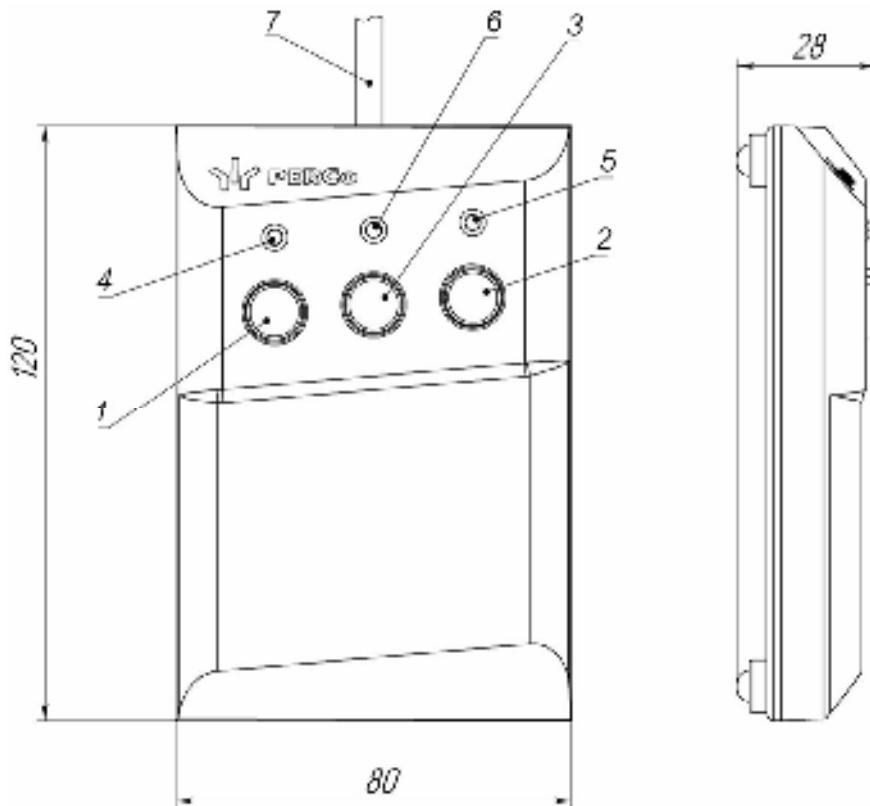
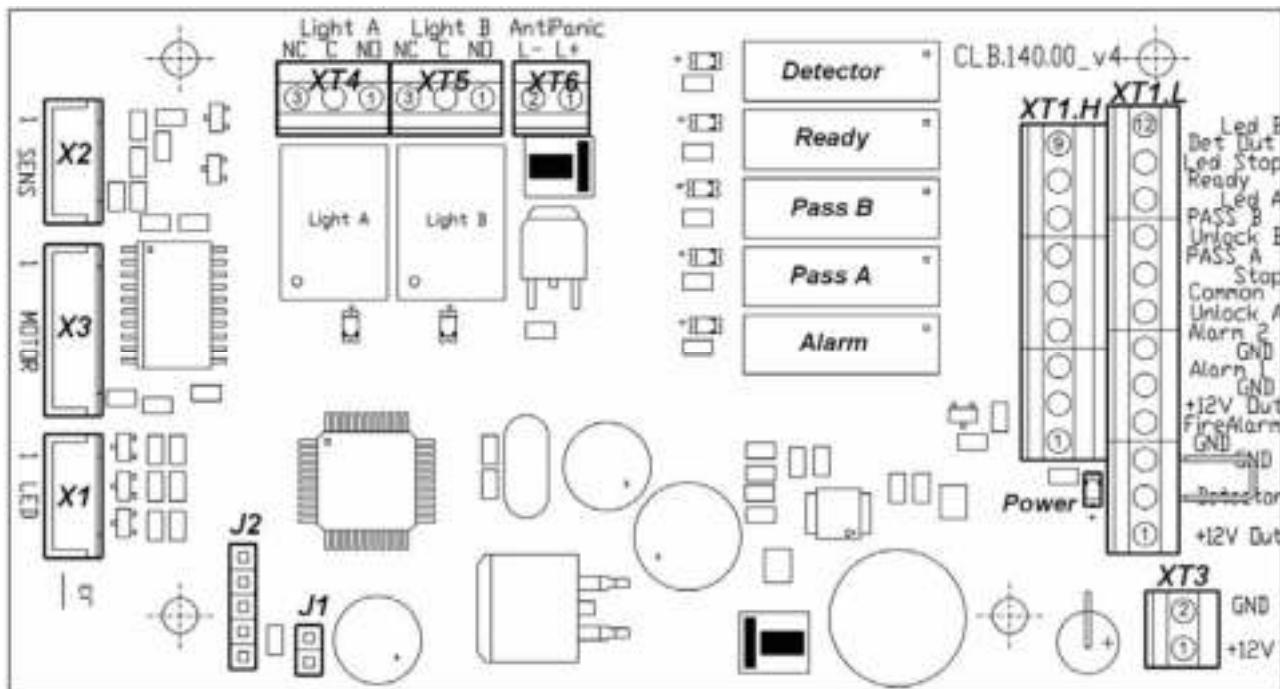
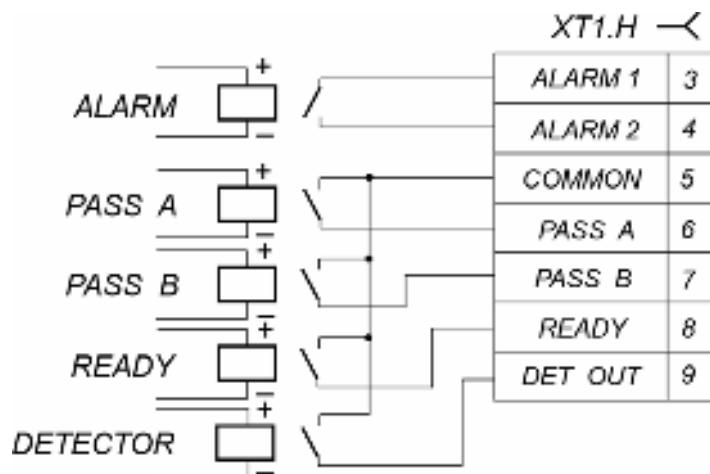

Рисунок 4 Общий вид и габаритные размеры ПДУ
Рисунок 5 Внешний вид платы управления
Рисунок 8 Выходные каскады для PASS A, PASS B, Ready, Det Out и Alarm
5.2.3 ПДУ (13) выполнен в виде небольшого настольного прибора в корпусе из ударопрочного АБС-пластика и предназначен для задания и индикации режимов работы при ручном управлении турникета. ПДУ подключается к плате управления гибким многожильным кабелем (14) через клеммную колодку **XT1.L** (см. рис. 5). Общий вид ПДУ показан на рис. 4.
На лицевой панели ПДУ расположены три кнопки для задания режимов работы турникета. Над кнопками расположены световые индикаторы. В корпусе ПДУ установлен зуммер для звуковой индикации. Средняя кнопка **STOP** предназначена для переключения турникета в режим «Запрет прохода». Левая и правая кнопки **LEFT**, **RIGHT** предназначены для разблокировки турникета в выбранном направлении. Изменить ориентацию ПДУ относительно установки стойки турникета (если на месте установки стойка обращена к оператору не лицевой, а тыльной стороной) можно, поменяв местами провода от ПДУ, подключаемые на контакты *Unlock A* и *Unlock B* а также *Led A* и *Led B* соответственно (см. рис. 5 и рис. 12).
5.2.4 Внутри стойки расположен кронштейн с установленной платой управления (см. рис. 5) и клеммами для подключения внешних устройств. К плате подключаются ПДУ, выходы СКУД, устройство РУ, устройство аварийного открытия прохода турникета. На клеммы подключения внешних устройств выведены линии подключения источника питания, линии управления механизмом картоприемника, линии сигналов считывателей. Подключение внешних устройств производится в соответствии со схемой подключения турникета и дополнительного оборудования (см. рис. 12). Схема соединений внутри турникета приведена на рис. 13.
5.2.5 На плате управления (см. рис. 5) расположены:
5.3.7 Обозначения установленных на плате управления клеммных колодок и назначение их контактов показаны на рис. 5 и на наклейке, аналогичной рис. 5, расположенной на внутренней поверхности крышки турникета.
В исходном (неактивном) состоянии при включенном питании контакты реле *PASS A*, *PASS B*, *Ready* и *Detector* замкнуты (на обмотку реле подано напряжение), а контакты реле *Alarm* разомкнуты (напряжение на обмотку реле не подано). Факт срабатывания/отпускания реле *PASS A*, *PASS B*, *Ready*, *Detector* и *Alarm* можно определить по загоранию/гашению красных индикаторов, которые установлены вблизи указанных реле (см. рис. 5). Выходные каскады для *PASS A*, *PASS B*, *Ready*, *Det Out* и *Alarm* – контакты реле (см. рис. 8) со следующими характеристиками сигналов:
5.5.2 Режим управления определяется наличием перемычки на разъеме **J1** (расположение разъема **J1** показано на рис. 5 и на наклейке, расположенной на внутренней поверхности крышки):
5.9.2 Подключение устройства аварийного открытия прохода, производится к клеммной колодке **XT1.L** платы управления (см. рис. 5) согласно схеме электрических соединений (см. рис. 12).